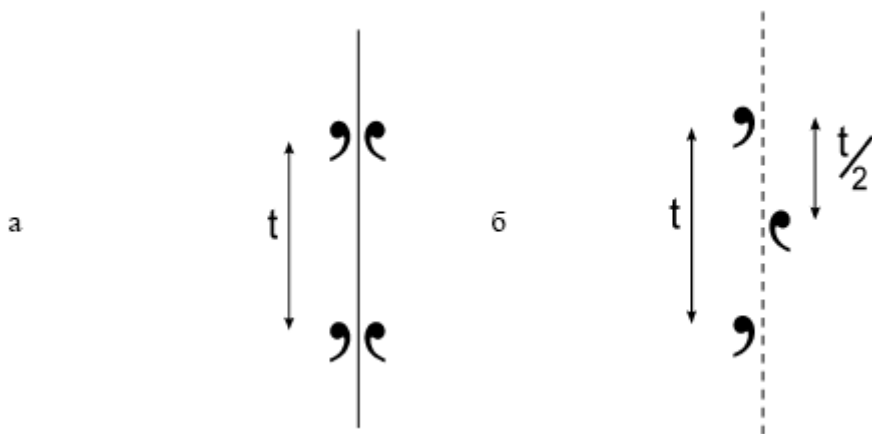

Рис. 5. Действие плоскости симметрии (а) и плоскости скольжения (б). В зависимости от вида трансляции различают пять типов плоскостей скольжения (табл. 3).
*Плоскость скользящего отражения* или *плоскость скольжения* — это такая плоскость, при отражении в которой как в зеркале с последующей трансляцией вдоль направления, лежащего в данной плоскости, на величину, равную половине периода идентичности для данного направления, совмещаются все точки тела. Под периодом идентичности, как и ранее, будем понимать расстояние между точками вдоль какого-то направления (например, периоды  $a$ ,  $b$ ,  $c$  в элементарной ячейке — это периоды идентичности вдоль координатных осей  $X$ ,  $Y$ ,  $Z$ ). На рис. 5а показано расположение частиц, симметричных относительно плоскости симметрии, а на рис. 5б представлены частицы, расположенные симметрично относительно плоскости скольжения. На чертежах плоскость скольжения обозначается штриховой линией.